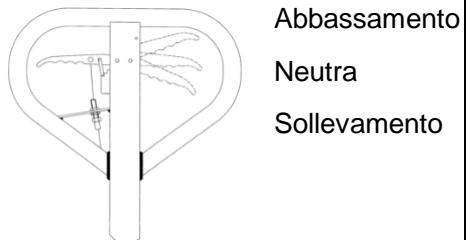

Fig. 10: Leva
Se necessario, la leva può essere regolata nel seguente modo (fig. 10):
- Se le forche non si abbassano quando la leva di comando è nella posizione di **Abbassamento**, girare in senso orario il dado di regolazione finché il sollevamento della leva di comando non abbassa le forche. Quindi controllare che la posizione **Neutra** corrisponda a quella della fig. 10 e accertarsi che il dado di regolazione sia nella posizione corretta.